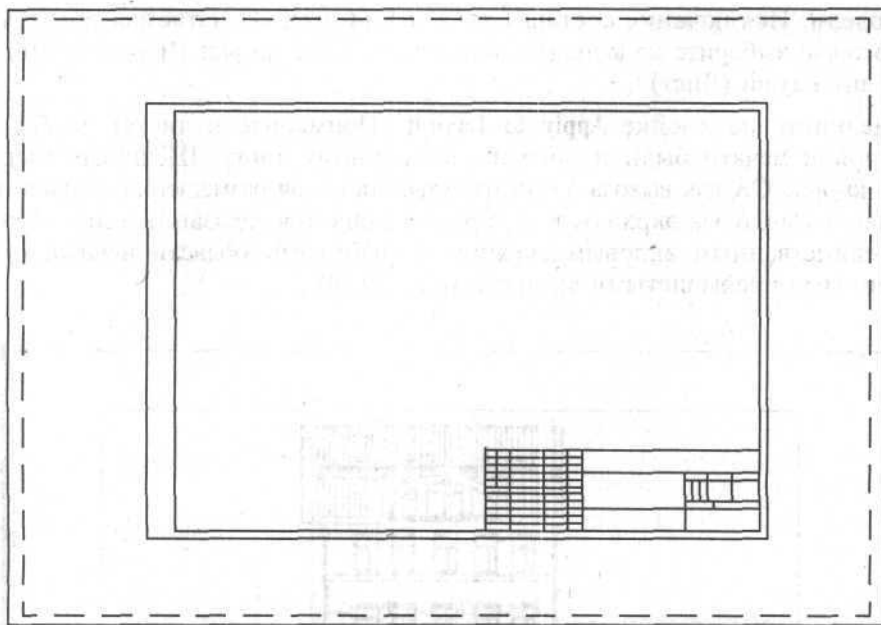

Рис. 19.21. Компоновка чертежа со вставленной рамкой и штампом чертежа
5. Нарисуйте на листе бумаги границы выводимого формата со штампом или вставьте готовый шаблон, как блок или внешнюю ссылку (рис. 19.21).